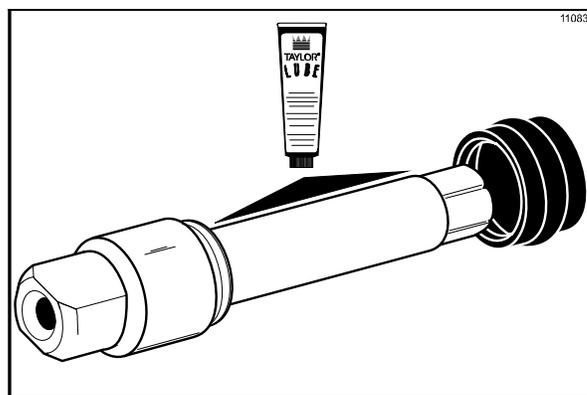

図127
1. ビータードライブシャフトを取り付ける前に、シャフトの溝にループを塗布します。ドライブシャフトの細いほうの先端からシャフトシールをはめ、シャフトのみぞにはめこみます。ブーツシールの内側にたっぷりループを塗り、リアシェルベアリングと接する平らな部分にもループを塗ります。ループをシャフトに均等に塗ります。六角の先端部には塗らないでください。(図127を参照)。